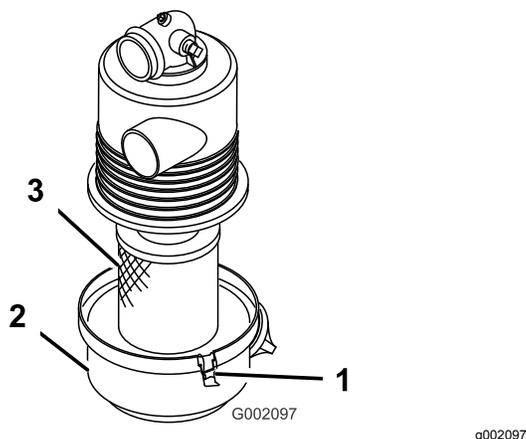

図 16
1. エアクリーナ本体にリーク原因となりそうな傷がないか点検する。本体とカバーがシールでしっかり密着しているのを確認してください 図 16。
2. エアフィルタのカバーをエアフィルタのハウジングに固定しているラッチを外す 図 16。
3. ボディーからカバーを外し、カバーの内部を清掃する 図 16。
3. エアフィルタのハウジングにエレメントを取り付ける (図 16)。
4. エアクリーナのカバーとハウジングを合わせる 図 16。
5. カバーをハウジングにラッチで固定する (図 16)。